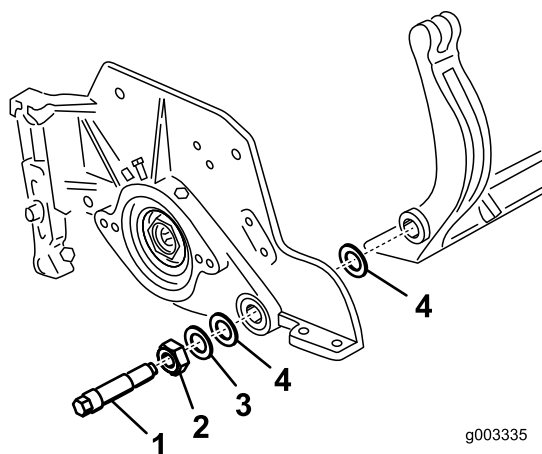

Figure 31
la rondelle en acier estampé situées de chaque côté de la barre d'appui (Figure 31).
2. Fixez la barre d'appui sur chaque plaque latérale au moyen des boulons (munis d'écrous) et des 6 rondelles. Une rondelle en nylon doit être placée de chaque côté du bossage de la plaque latérale. Placez une rondelle en acier à l'extérieur de chaque rondelle en nylon (Figure 31). Serrez les boulons de la barre d'appui à un couple de 27 à 36 Nm.
3. Serrez les contre-écrous également de chaque côté jusqu'à ce qu'il ne soit plus possible de tourner les rondelles d'acier extérieures à la main. Desserrez alors les contre-écrous jusqu'à ce qu'il soit possible de tourner les rondelles d'acier extérieures à la main et que la barre d'appui ne présente aucun jeu axial (Figure 31).
en acier à l'extérieur de chaque rondelle en nylon (Figure 33). Serrez les boulons de la barre d'appui à un couple de 27 à 36 Nm. Serrez les contre-écrous jusqu'à ce que les rondelles d'acier extérieures cessent de tourner et que le jeu axial soit supprimé, mais ne serrez pas excessivement et ne faites pas fléchir les plaques latérales. Les rondelles peuvent présenter un espace à l'intérieur (Figure 31).